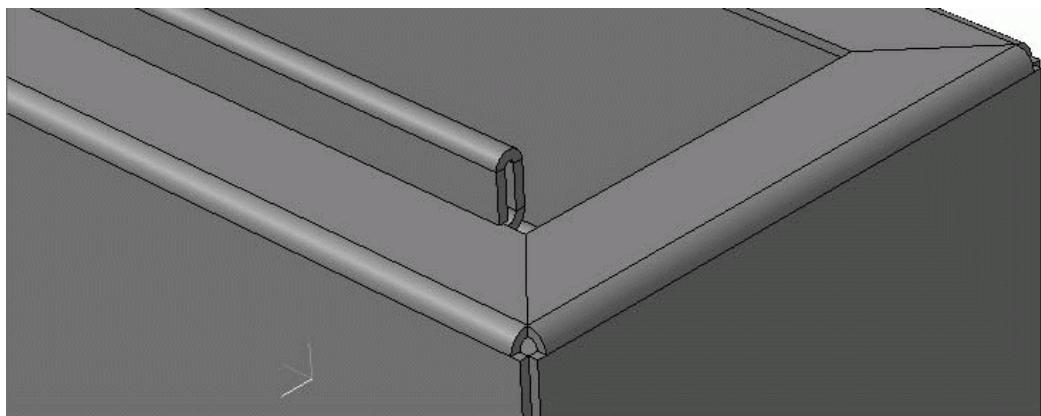

Рис. 3.156. Формирование сгиба материала под углом 180°
7. Постройте еще один сгиб радиусом 1 мм и длиной 4, 5 мм на кромке загнутого листа корпуса вдоль длинной его стороны. В качестве способа размещения выберите По центру, а ширину сгиба установите равной 96 мм. Завершите выполнение операции. На ребре верхней грани сформированного элемента продолжите добавление сгибов таким образом, чтобы лист загибался наружу из корпуса. Установите размещение нового сгиба По всей длине, радиус сгиба – 0,5 мм, длину – 5 мм, а угол сгиба измените с 90° (по умолчанию) на 180° . Создайте операцию. В результате вы должны получить следующий трехмерный элемент в модели (рис. 3.156).